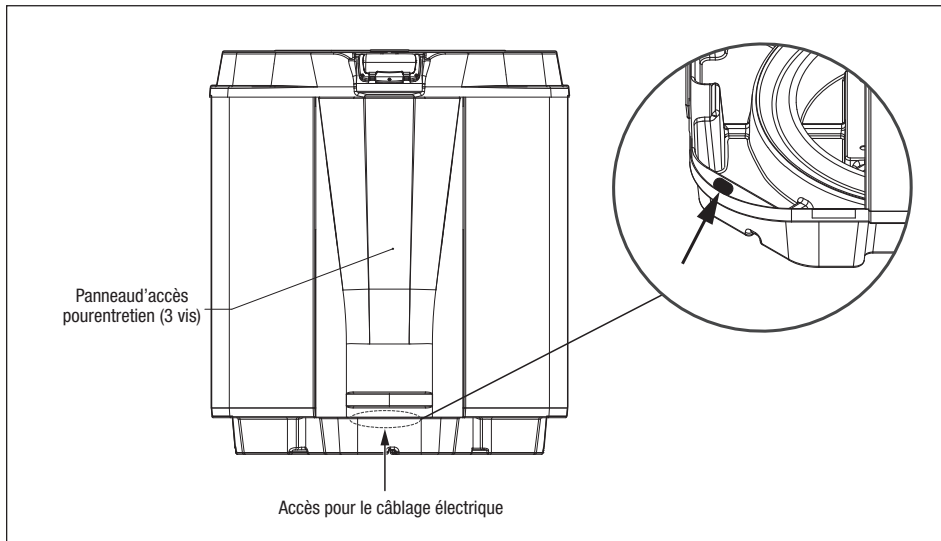

Figure 10. Vue avant thermopompe JRT de Jandy
2. Retirer les trois (3) vis qui fixent le panneau de service/d'accès à l'unité de thermopompe (voir *Figure 10*).
2. Retirer les vis qui fixent le panneau de service/d'accès à l'appareil de thermopompe et le couvercle à la boîte de jonction (voir Figure 10).
2. Retirer les vis qui fixent le panneau de service/ d'accès à l'appareil de thermopompe et le couvercle à la boîte de jonction (voir la *Figure 10*).
3. Acheminer les fils du système de contrôle de la piscine/du spa dans le conduit de connexion étiqueté « Low Voltage Connection », situé en bas à droite de la thermopompe (voir *Figure 10*). Assurez-vous que les conducteurs ne sont pas pincés ou endommagés.
- Retirer les trois (3) vis qui fixent le panneau avant à la thermopompe et le retirer. Se reporter à la *Figure 10*.
- Faire passer quatre (4) fils de cuivre pleins de 22 AWG dans la membrane souple basse tension située sur le côté inférieur gauche de la thermopompe. Les fils peuvent mesurer jusqu'à 300 pieds (91,4 m) de longueur.